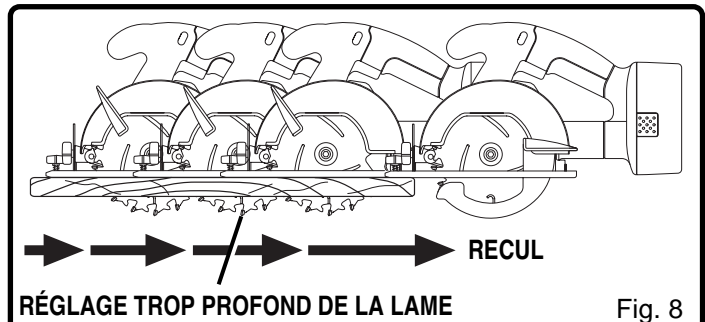

Fig. 8
Voir figure 8.
- Un mauvais réglage de profondeur de la lame. Voir figure 8.